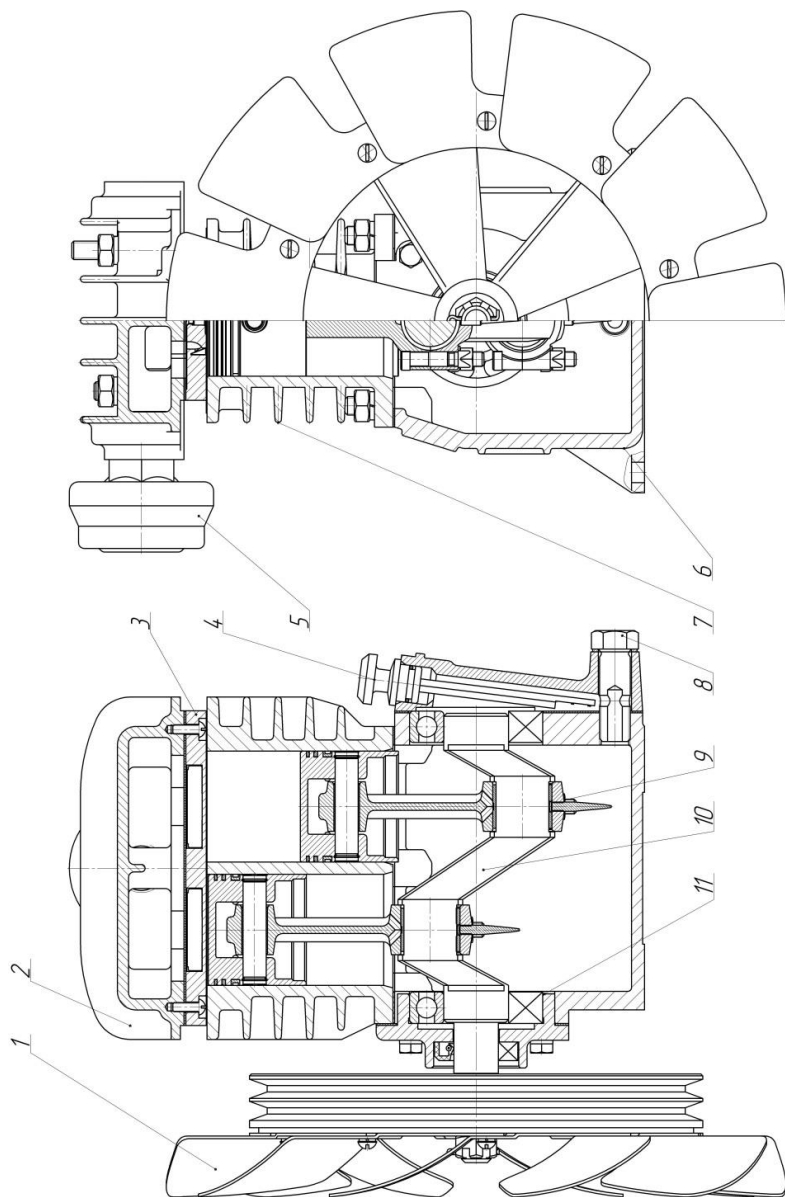

Рис. 2. Головка компрессорная
4.1.1. Головка компрессорная (рис.2) – поршневая одноступенчатая двухцилиндровая с воздушным охлаждением и вертикальным расположением цилиндров - состоит из следующих узлов и деталей: